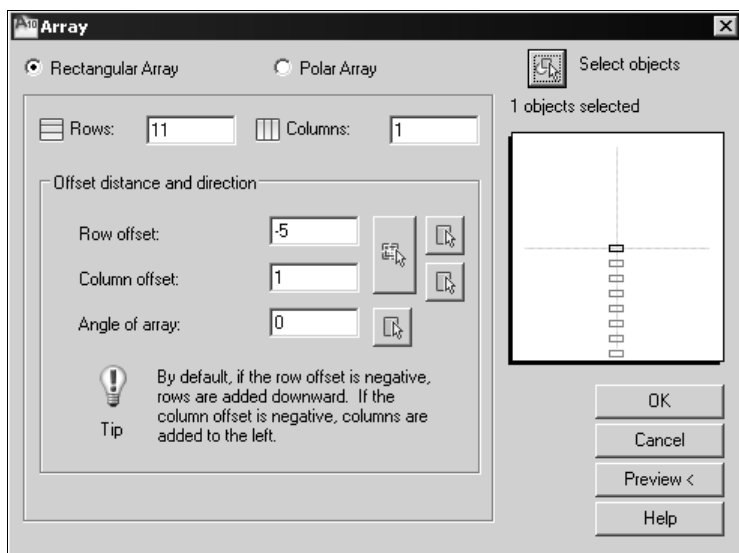

Рис. 4.17. Диалоговое окно размножения объектов массивом
1. Щелкните мышью на кнопке  **Array** (Массив), расположенной на панели инструментов **Modify** (Редактирование) на ленте **RIBBON** (ЛЕНТА). Появится диалоговое окно **Array** (Массив) (рис. 4.17).